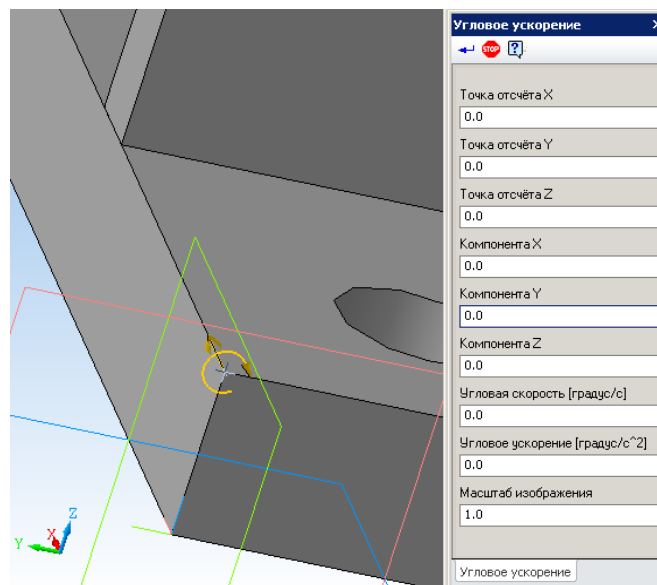

Рис. 2.5 Задание угловой скорости и углового ускорения с клавиатуры.
**Угловое ускорение** – данная команда позволяет задать угловую скорость и угловое ускорение (Рис. 2.5).